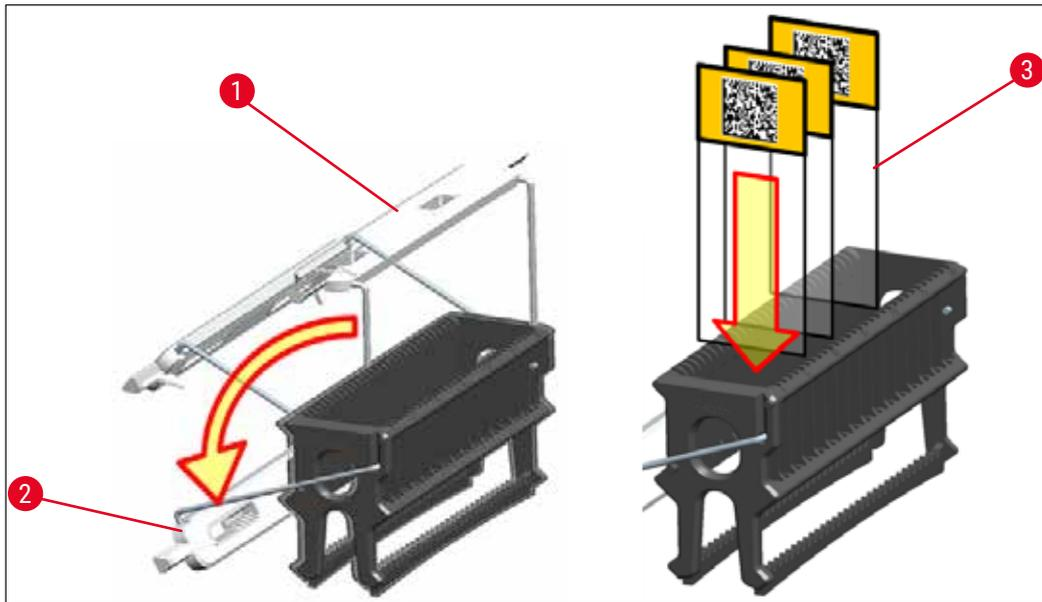

図 83
- ラックは Leica のロゴがある側が前面です。ハンドル取り付け後、ハンドルを見ると、「Front」の表示が目に入ります (→「図 83」)。
1. ラックハンドルを正立位置にします（→「図 83」）。